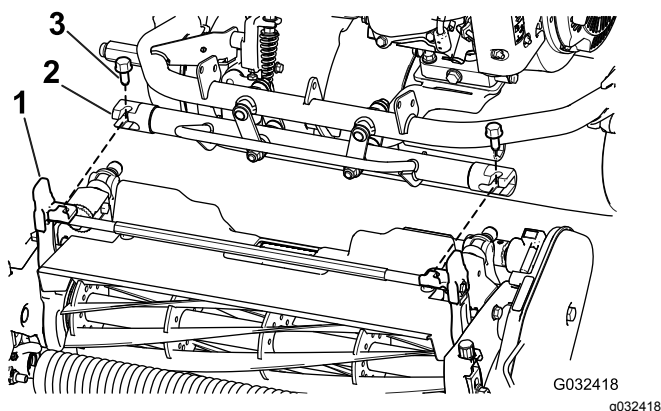

Figura 7
4. Mueva el bastidor de la máquina hacia adelante hasta que se acople a los brazos de pivote de la unidad de corte (Figura 7).
5. Sujete el bastidor de la máquina a los brazos de pivote de la unidad de corte con los 2 pernos ($\frac{3}{8}$ " x $\frac{3}{4}$ ") (Figura 7).